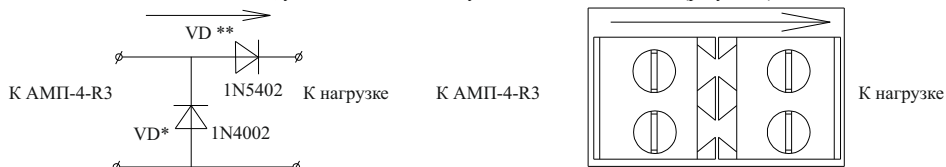

Рисунок 9
4.3.2 УПИ состоит из диодов, установленных на плату с клеммными колодками (рисунок 9).